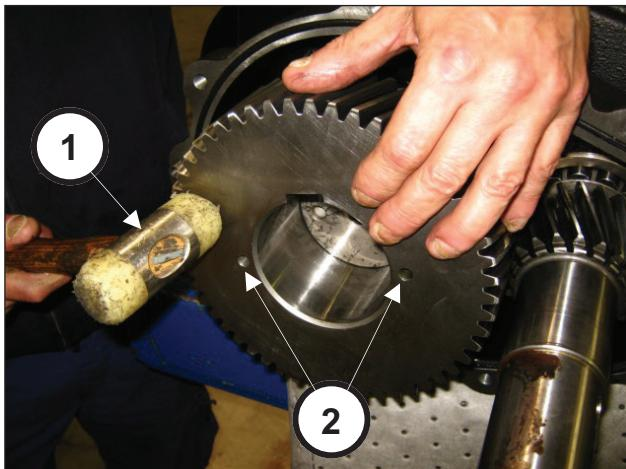

Fig. 70
Colocar las 2 clavijas Ø10x24 a la caja del reductor (pos. ①, Fig. 70) e introducir la junta tórica (pos. ②, Fig. 71).